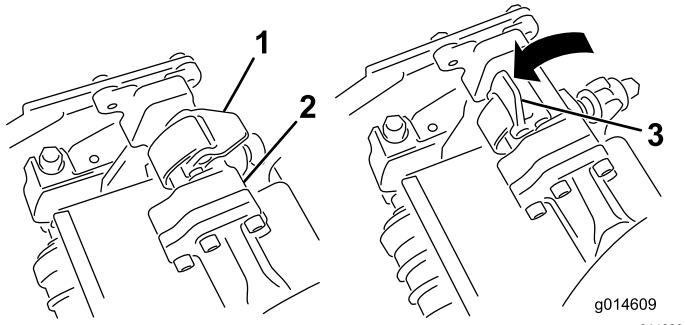
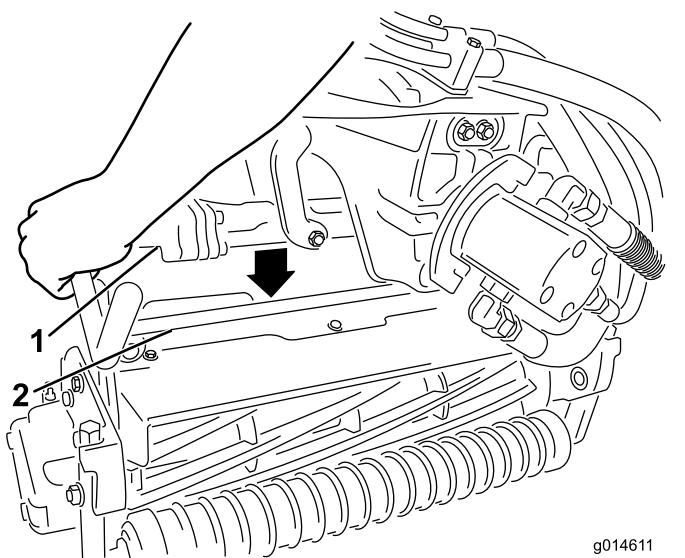

図 45
図 46
3. サスペンションアームのバーについているラッチを上向き開いた状態にして図 45、サスペンションアームを押し下げて、バーを、カッティングユニットのバーの上に被せるようにする図 46。
4. ラッチを下げて閉じるとカッティングユニットのバーがロックされてユニットがアームにセットされる図 45。
4. 取り外したいカッティングユニットのサスペンションアームのバーについているラッチを開く図 45。